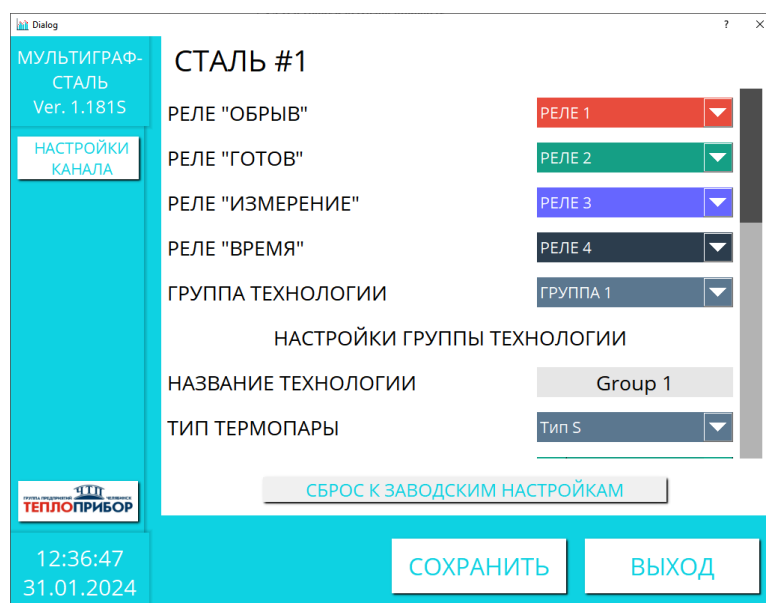

Рисунок 2.5 – Настройка управляющих реле
2.3.2.1 Управляющие реле «ОБРЫВ», «ГОТОВ», «ИЗМЕРЕНИЕ», «ВРЕМЯ» (рис. 2.5)